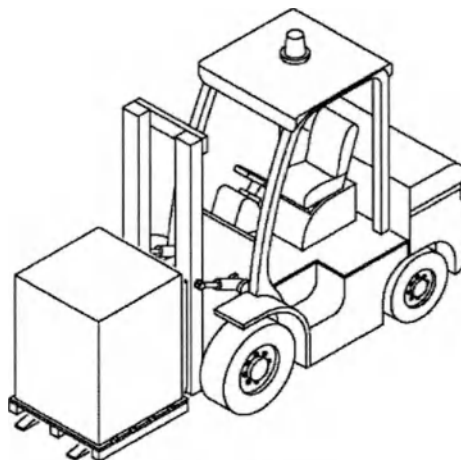

Рис. 4.1
- Перемещайте упакованную машину только с помощью вилочного погрузчика (рис. 4.1), действующего снизу деревянного поддона, который прочно прикреплен к упаковке, которая фактически является опорным основанием.